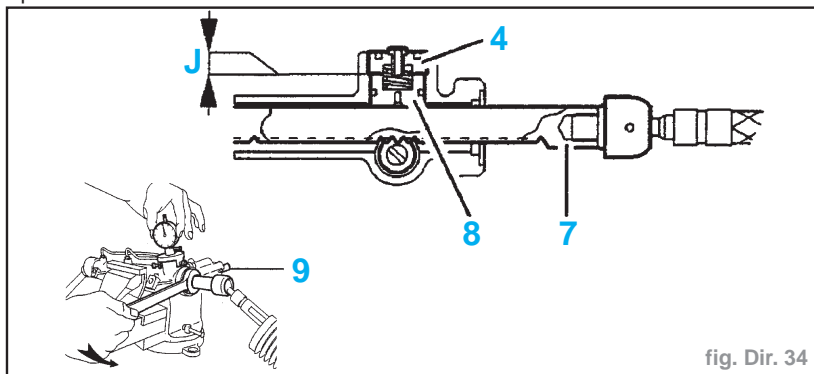

fig. Dir. 34
- A l'aide d'une clé plate, tourner jusqu'en butée la crémaillère (7) pour assurer l'appui du poussoir (8) sur la vis (4) (fig. Dir. 34).